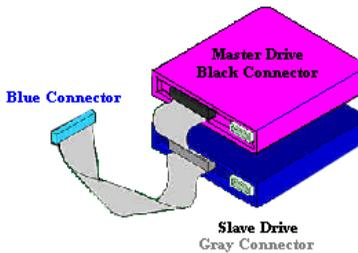

図 2-2 IDE RAID コントローラへの ATA/66 ケーブル接続
- Ultra ATA/66 ケーブルの各コネクタには、プラスチック部の中央に小さい極性タブがあります。このタブを IDE RAID コントローラカードとハードドライブ上のプラグにあるスロットに挿入します。このとき、極性を一致させてください。これが合っていないと通常の力ではコネクタを装着することはできません。図 2-2 を参照してください。